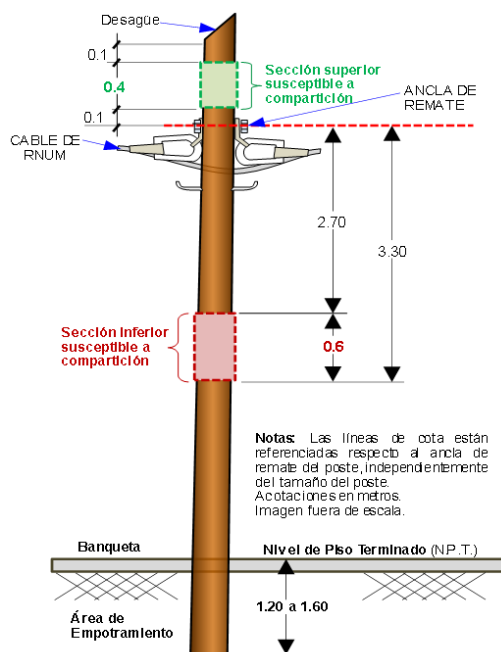

Figura 1. Espacio para equipo activo en poste.
- Para la colocación de de equipos activos sobre postes de madera, se cuentan con dos secciones susceptibles a compartición (ver figura 1). Para mayor detalle ver documento Norma el uso y compartición de infraestructura pasiva de la Red Nacional última milla (P-069).